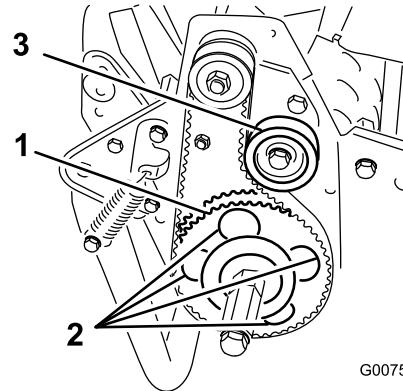

Bild 46
7. Drehen Sie die Antriebsscheibe, bis die Löcher mit den vier Bundscheiben des Rollenlagers ausgerichtet sind (Bild 46).
11. Stellen Sie die Riemenspannung ein, und ziehen Sie die Befestigungsschraube der Spannscheibe an (Bild 46).